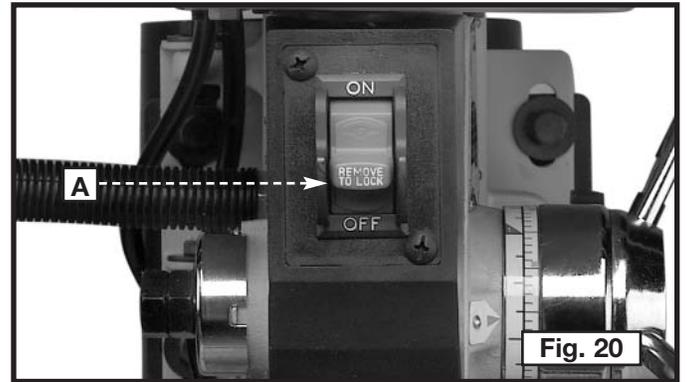

Fig. 20
El interruptor (A) Fig. 20 está localizado en la parte delantera del cabezal de la taladradora. Para ENCENDER la taladradora, mueva el interruptor a la posición elevada. Para APAGAR la taladradora, mueva el interruptor a la posición inferior.